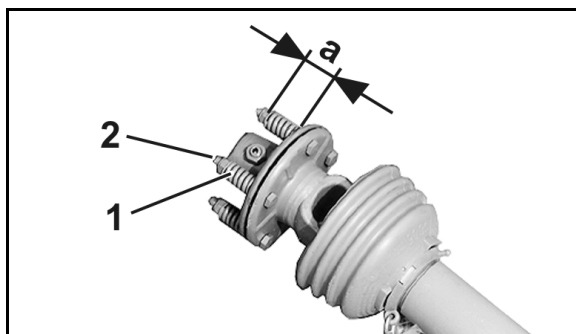

Fig. 78
2. Descargar los resortes (Fig. 78/1) soltando las tuercas (Fig. 78/2).